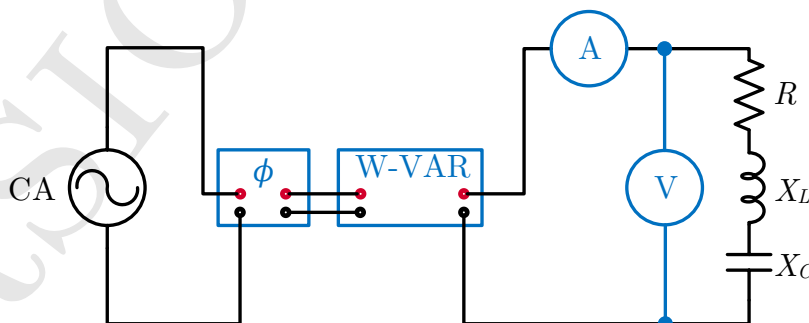

Figura 1: Circuito RLC serie para medición de potencia activa, reactiva y FP.
Problema: Para el circuito de la Figura 1 considere $R = 200 \Omega$, $X_L = j300 \Omega$ y $X_C = -j120 \Omega$.
1. Armar el circuito de la Figura 1.